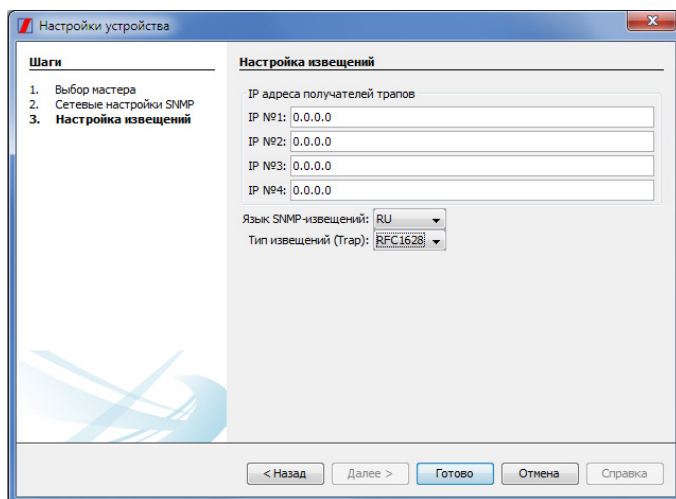

Рисунок 23. Окно «Настройка извещений»
4. В открывшемся окне «Настройка извещений» (**рисунок 23**) необходимо: